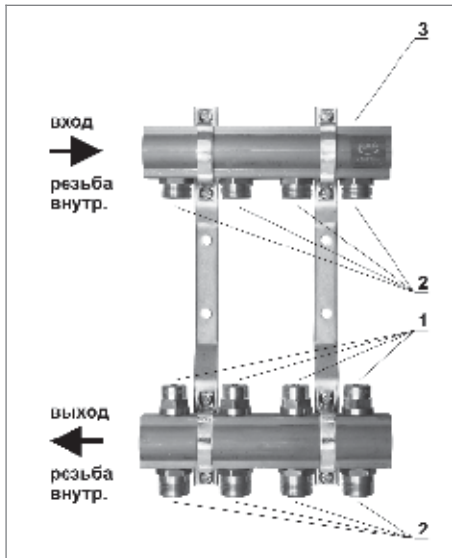

Рис. 14. Конструкция распределителя серии 51A
3. **серия 51A** (рис.14) - нижний коллектор распределителя с встроенными регулируемыми вентилями (вентили выравнивают сопротивления потоку через отдельные контуры), а также с выходами на отдельные контуры с наружной резьбой G $\frac{3}{4}$ " (Евроконус),